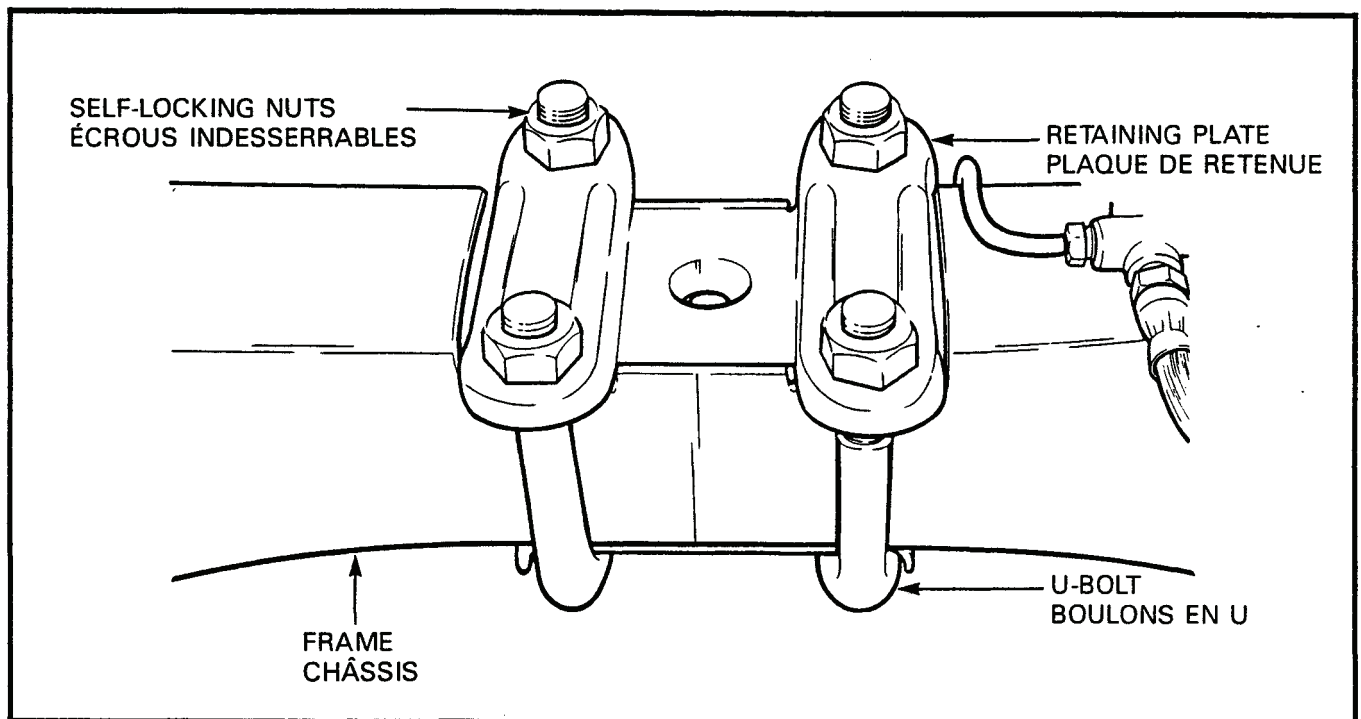

Figure 6-2-1 Front Spring Assembly U-Bolts
- b. Remove the four self-locking nuts from the U-bolts at the centre of the spring assembly, see Figure 6-2-1.
- b. Enlever les quatre écrous indesserrables des boulons en U au centre du ressort à lames, voir figure 6-2-1.